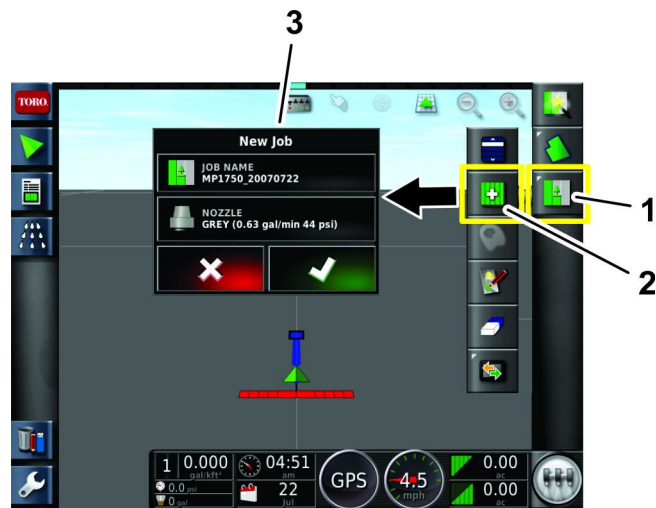

Рисунок 44
5. Выберите значок меню рабочего задания в верхней правой части экрана (Рисунок 44).
6. Введите новое название рабочего задания или оставьте отметку времени по умолчанию (Рисунок 44).